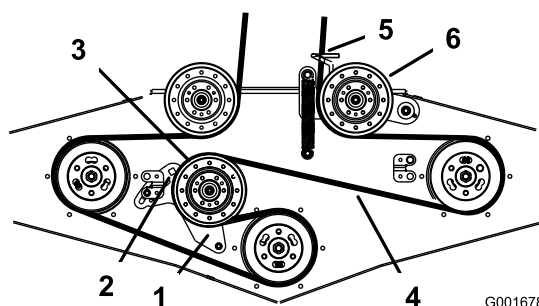

Bild 49
4. Lockern Sie den fixierten Spannarm und stellen Sie ihn ein, um die Riemen Spannung an der fixierten Spannscheibe zu lösen (Bild 49).
6. Verlegen Sie einen neuen Riemen durch die Riemenführung und die Spannscheiben (Bild 49).